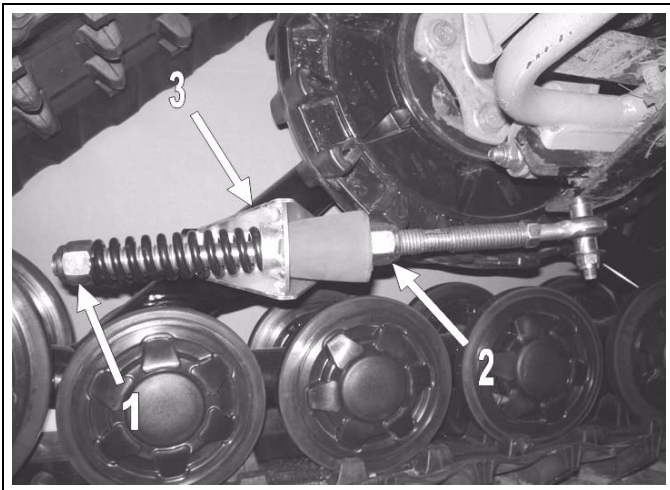

Figure 8
- Desserrer l'écrou (1) comprimant le ressort du bras stabilisateur (voir la Figure 8).
- Tourner l'écrou (2) jusqu'à ce que l'amortisseur de caoutchouc soit en contact avec l'attache anti-pivot (3) et comprimer ensuite l'amortisseur de caoutchouc en tournant l'écrou (2) d'un tour.
- Tourner l'écrou (1) jusqu'à ce qu'il vienne en contact avec le ressort. Comprimer ensuite le ressort en tournant cet écrou de 1,5 tour.